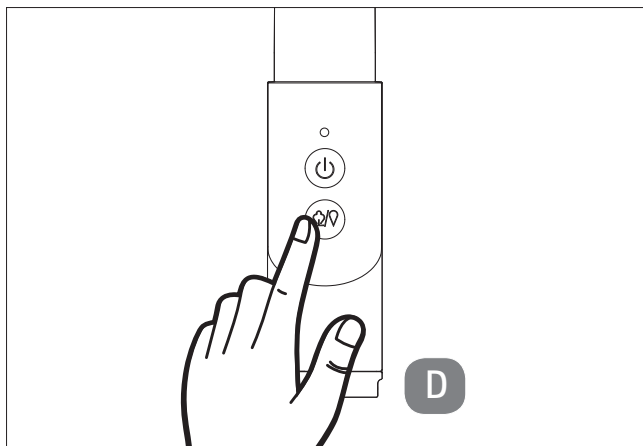

Abb. 15 – Fernbedienung mit Gerät verbinden
- ▶ Nach der Montage drücken Sie für ca. 8 Sekunden auf die Sprüh-/Dampf-Taste (mit einem Sprüh-Symbol), um die Fernbedienung mit dem Hauptgerät zu verbinden (siehe Abb. 15, D). Bei erfolgreicher Verbindung blinkt die Kontrollleuchte am Handgriff 8 mal.